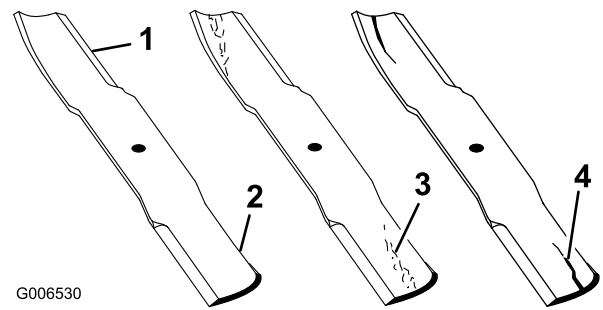

Bild 90
1. Untersuchen Sie die Schnittkanten (Bild 90). Entfernen und schärfen Sie die Messer, wenn die Schnittkanten nicht scharf sind oder Auskerbungen aufweisen. Siehe Schärfen der Messer“.
2. Prüfen Sie die Schnittmesser, insbesondere den gebogenen Bereich (Bild 90). Wenn Sie Schäden, Verschleiß oder Rillenbildung in diesem Bereich feststellen (Bild 90), sollten Sie sofort ein neues Schnittmesser einbauen.